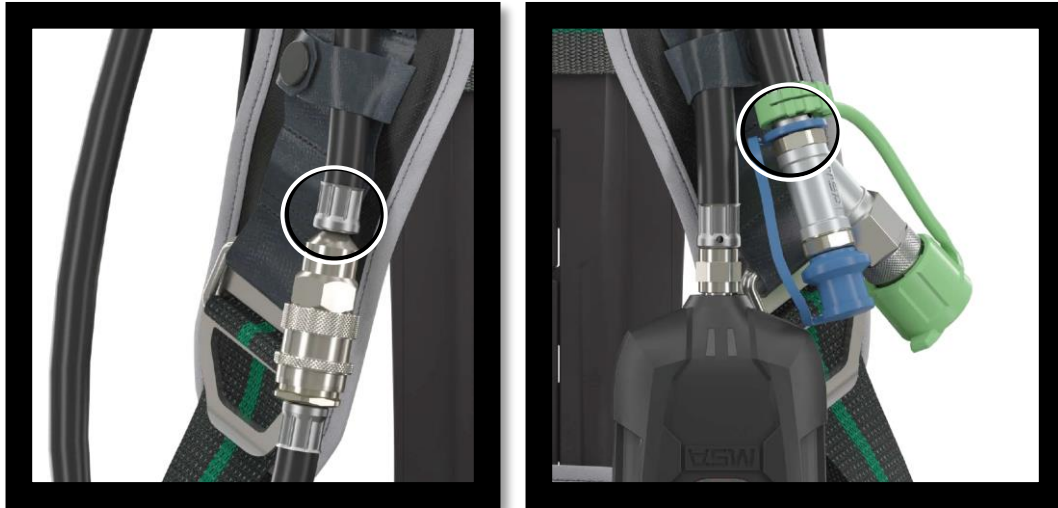

Abbildung 5 – Inspektion der Mitteldruckkupplung
3. Mitteldruck-Kupplungen (falls vorhanden) (Abbildung 5)